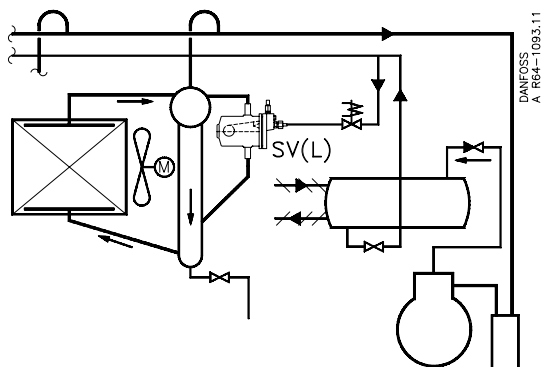

Fig. 3
Når SV(L) bruges som selvstændig ekspansionsventil (fig. 3), forbindes væsketilgangsledningen til niplen 5.